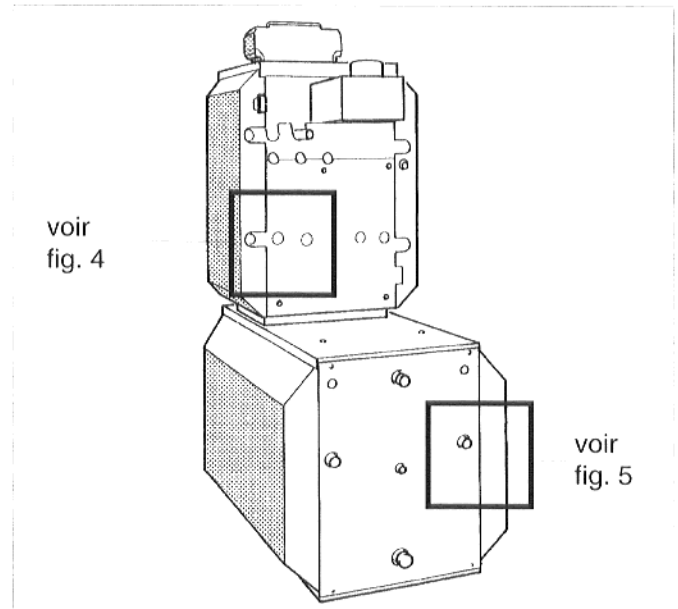

Fig. 3 : vue arrière avant montage
- Retirer le bouchon de protection du retour chaudière / préparateur de la chaudière (fig. 3 et 4).
- Dévisser le bouchon du T (étendue de livraison de la chaudière), placer le joint plat dans l'écrou-raccord du T et visser le T au retour préparateur de la chaudière (fig. 3 et 4).
- Placer le joint plat dans l'écrou-raccord de l'un des tuyaux en métal ondulé, mettre le tuyau en métal ondulé en forme et le visser au T (fig. 3 et 4).
- Placer le joint plat dans l'écrou-raccord du coude et le visser le coude au retour préparateur (fig. 3 et 5).
- Placer le joint plat dans le deuxième écrou-raccord du tuyau en métal ondulé et visser le tuyau en métal ondulé au coude (fig. 3 et 5).